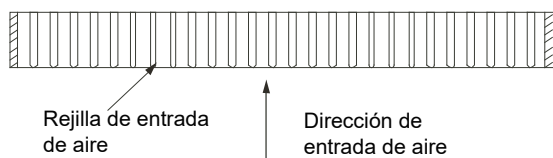

Figura 3.9
- 1) Al fabricar el panel de entrada de aire de la caja de retorno de aire, preste atención para mantener el paralelismo entre el ángulo de la rejilla de entrada de aire y la dirección de entrada de aire. Consulte la Figura 3.9.